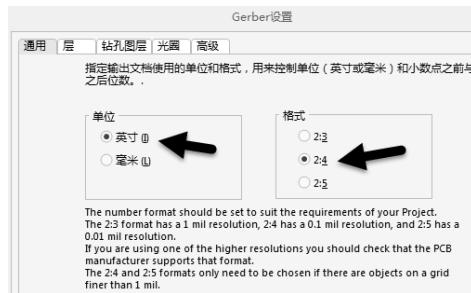

图 11-37 输出单位及比例格式选择
(1) 在 PCB 设计交互界面中，执行菜单命令“文件-制造输出-Gerber Files”，进入“Gerber 设置”界面，如图 11-37 所示。
- ① 单位：输出单位选择，通常选择“英寸”。
- ② 格式：比例格式选择，通常选择“2:4”。